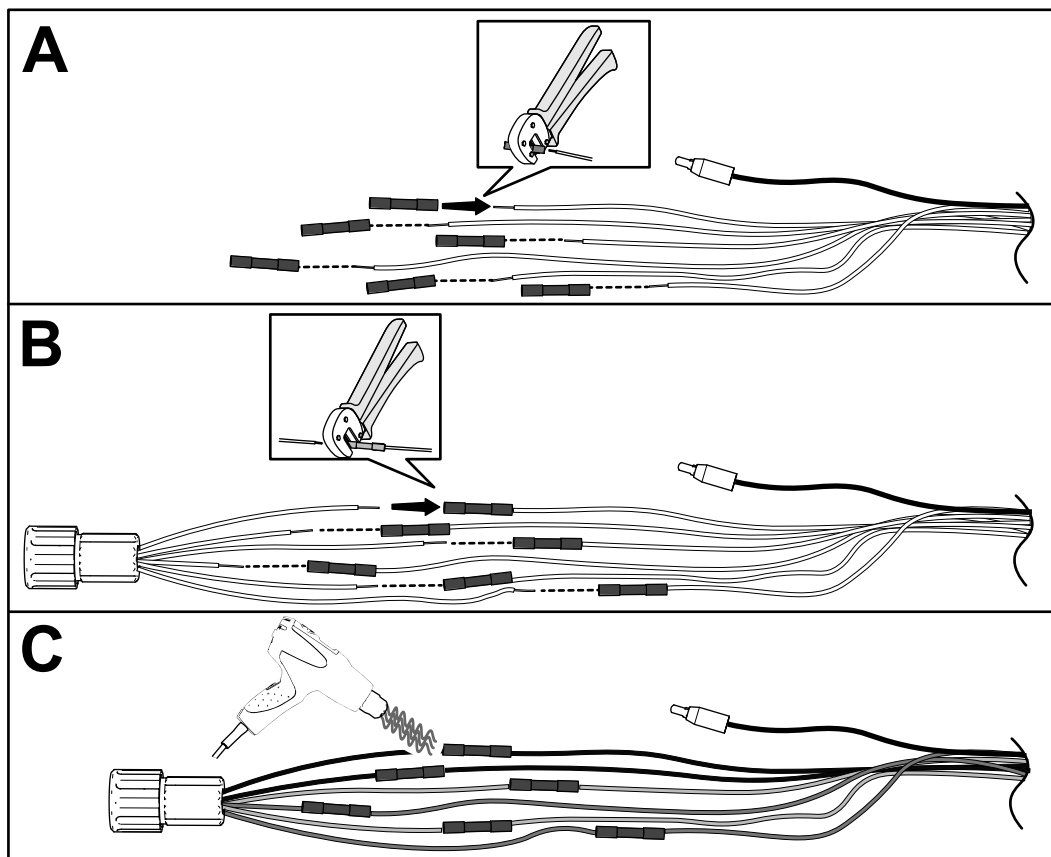

Bild 7
8. Bringen Sie am vorhandenen Kabelbaum eine offenen Kabelverbindung auf den verbleibenden sechs Kabel nacheinander mit einer Crimpzange an, die zur Position passt (0,4 bis 2 mm2), siehe A in Bild 7.
9. Stecken Sie jeden der Motoradapterkabel in die zugehörige offene Kabelverbindung, wobei die Farbe der Kabel übereinstimmen muss, und crimpen Sie die Kabelverbindung fest (B in Bild 7).
10. Verwenden Sie eine geeignete Heißluftpistole, um die Isolierung der Kabelverbindung zu schrumpfen, bis der Klebstoff an jedem Ende herausgedrückt ist (C in Bild 7).